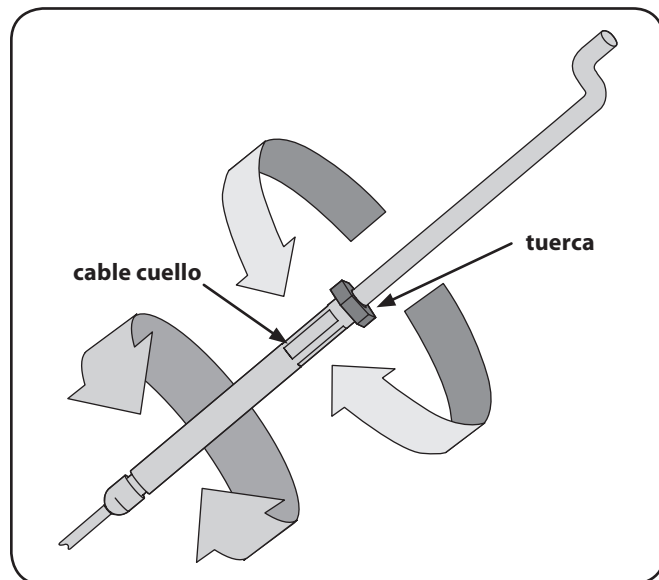

Figura 3-8
2. Ajuste el cable del embrague hacia delante, aflojando la tuerca hexagonal. Véase la Figura 3-8.
3. A su vez la sección del cable cuello una o dos vueltas para aumentar o disminuir la tensión en el cable. Véase la Figura 3-8.
4. Vuelva a apretar la tuerca de seguridad contra el collar del cable. Véase la Figura 3-8.